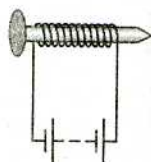

Рис. 1
1. Намотавши на залізний цвях ізольований провід і з'єднавши кінці проводу з батареєю гальванічних елементів, одержали найпростіший електромагніт (рис. 1). Визначте полюси цього електромагніту. Обґрунтуйте свою відповідь.
Виготовте найпростіший електромагніт. Для цього намотайте на залізний цвях ізольований дріт і з'єднайте його кінці з батареєю гальванічних елементів (див. рис. 1). Розімкніть коло й закріпіть електромагніт горизонтально на деякій відстані від поверхні столу. Змішайте дрібні шматочки паперу, зерна рису та дрібні залізні предмети (краще ошурки). Замкніть коло. Повільно просипаючи суміш повз голівку цвяха, відокремте залізні предмети. Подумайте, де можна використовувати аналогічний пристрій і як його вдосконалити.